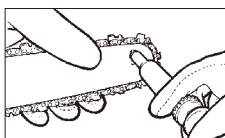

Fig. 20
- Med smørepistolen (valgfritt), sett spissen inn i smøringshullet og klem inn smøring til det vises på ytterkant av spissen på tannhjulet (Fig. 20).